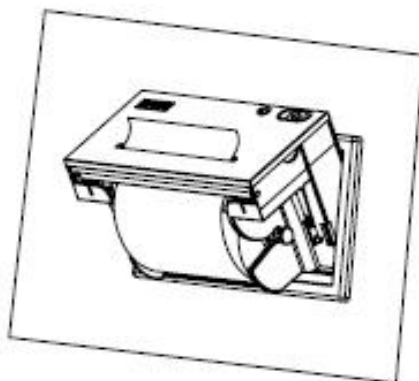

图 2-5
(4) 接通电源，按动走纸键，将纸从进纸口送入，待纸从出纸口出来后，再次按动走纸键停止进纸。如图 2-5 所示：